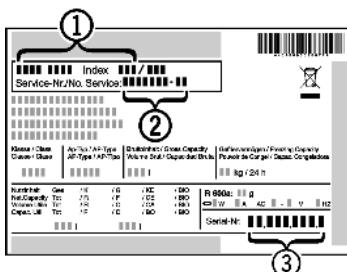

Fig. 15
- ▶ Leggere la denominazione dell'apparecchio Fig. 15 (1), il n° assistenza Fig. 15 (2) e il n° di serie Fig. 15 (3) sulla targhetta identificativa. La targhetta identificativa è situata all'interno dell'apparecchio, sul lato sinistro.
- ▶ Informare il servizio di assistenza e comunicare il difetto, la denominazione dell'apparecchio Fig. 15 (1), il n° assistenza Fig. 15 (2) e il n° di serie Fig. 15 (3).